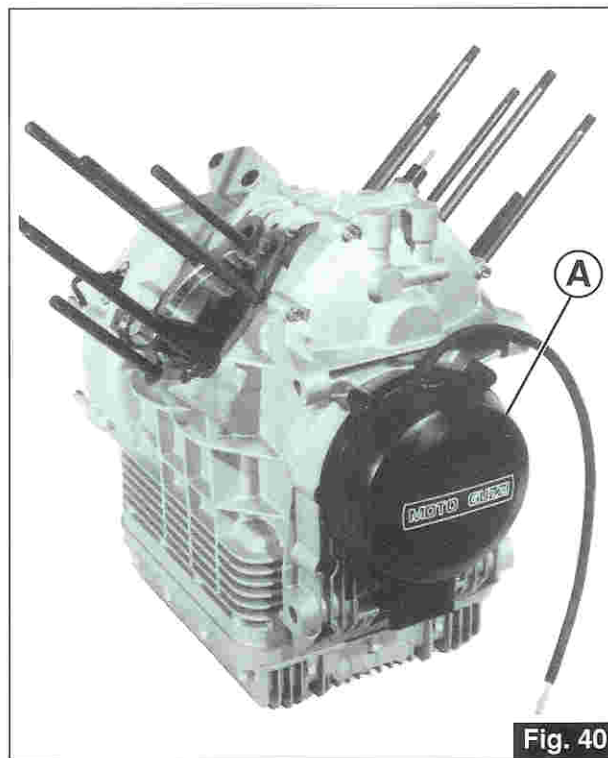

Fig. 40
- Svitare le 4 viti di tenuta e togliere il coperchio anteriore «A» dell'alternatore (Fig. 40).
- Loosen the 4 fastening screws and take off the alternator front cover «A» (Fig. 40).